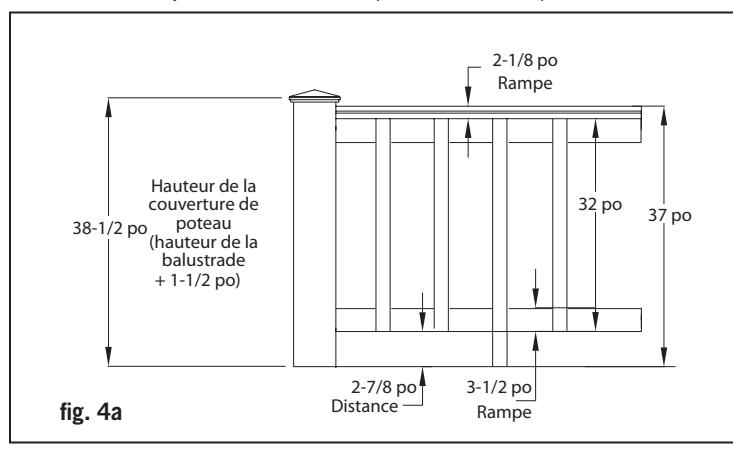
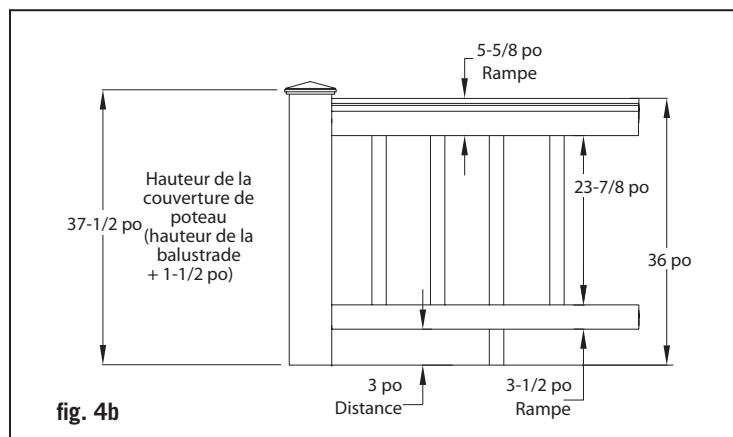

fig. 4a
fig. 4b
Étape 8 Un bloc de soutien est nécessaire à tous les 2 pi de centre à centre. Pour une section de rampe de 6 pi, deux blocs de soutien en bois composite sont fournis. Consultez les codes de la construction afin d'en savoir plus sur l'espacement maximal entre la surface de la terrasse et le bas des rampes (distance). Une distance de 3 po est conseillée, mais l'écart peut être plus grand ou plus petit selon les codes (fig.4a et 4b). Taillez les blocs de soutien à hauteur désirée et placez-les à distance égale de chaque poteau. Prépercez le dessous de la rampe du bas 2x4 et les bouts de chaque bloc de soutien avec une mèche de 1/8 po. Fixez les blocs de soutien à la rampe avec les vis d'articulation.
Étape 11 (a) : La fig.4a montre comment une balustrade de 37 po devrait être dimensionnée. En commençant avec une distance de 2-7/8 po au bas + 32 po de hauteur pour les balustres + 2-7/8 po pour la couverture de rampe = une balustrade d'une hauteur de 36 po. Si vous voulez que votre balustrade soit d'une hauteur différente, référez-vous à la fig.4a comme outil de planification afin de déterminer la hauteur dont vous couperez les couvertures de poteau et les blocs de soutien.
Étape 11 (b) : La fig.4a montre comment une balustrade de 36 po devrait être dimensionnée. En commençant avec une distance de 3 po au bas + 3-1/2 po pour la rampe du bas + 23-7/8 po pour les balustres + 3-1/2 po sur la rampe dessus + 2-1/8 po pour la couverture de rampe = une balustrade d'une hauteur de 36 po. Si vous voulez que votre balustrade soit d'une hauteur différente, référez-vous à la fig.4b comme outil de planification afin de déterminer la hauteur dont vous couperez les couvertures de poteaux et les blocs de soutien. **Note : Utilisez un porte-pièce afin de vous assurer d'une longueur constante (+/- 1/16 po).**
Étape 3 : Terminez d'installer les girons de marche avant de poser les couvertures de poteaux. Taillez les couvertures de poteaux 4x4 de la bonne longueur. Les couvertures de poteaux devraient mesurer 1-1/2 po de plus que la hauteur de la balustrade (fig. 4a et 4b). Exemple : pour une balustrade de 36 po de hauteur, taillez une couverture de poteau mesurant au moins 37-1/2 po. Vous pouvez même les tailler plus longues si vous le désirez. Glissez une couverture de poteau par-dessus chaque poteau 4x4. Glisser un couvre-joint à la base de chaque couverture de poteau.
Étape 9 (a) : La fig.4a montre comment une balustrade de 37 po devrait être dimensionnée. En commençant avec une distance de 2-7/8 po au bas + 32 po de hauteur pour les balustres + 2-7/8 po pour la couverture de rampe = une balustrade d'une hauteur de 36 po. Si vous voulez que votre balustrade soit d'une hauteur différente, référez-vous à la fig.4a comme outil de planification afin de déterminer la hauteur dont vous couperez les couvertures de poteaux et les blocs de soutien. **Note : Utilisez un porte-pièce afin de vous assurer d'une longueur constante (+/- 1/16 po).**
Étape 9 (b) : La fig.4a montre comment une balustrade de 36 po devrait être dimensionnée. En commençant avec une distance de 3 po au bas + 3-1/2po pour la rampe du bas + 23-7/8 po pour les balustres + 3-1/2 po pour la rampe du dessus + 2-1/8 po pour la couverture de rampe = une balustrade d'une hauteur de 36 po. Si vous voulez que votre balustrade soit d'une hauteur différente, référez-vous à la fig.4b comme outil de planification afin de déterminer la hauteur dont vous couperez les couvertures de poteaux et les blocs de soutien. Note : Utilisez un porte-pièce afin de vous assurer d'une longueur constante (+/- 1/16 po).